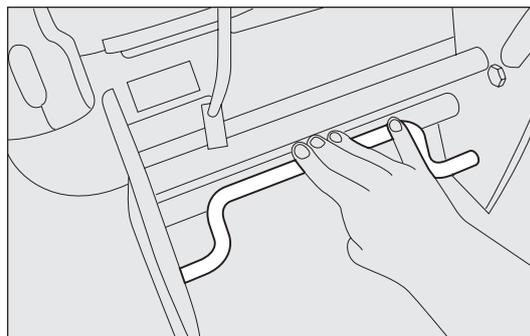

fig. 26d
- spingere la leva come indicato in fig. 26d;
- spingere la leva come indicato in fig. 26d e tirare la stessa per assicurarsi che il sedile sia ancorato correttamente;